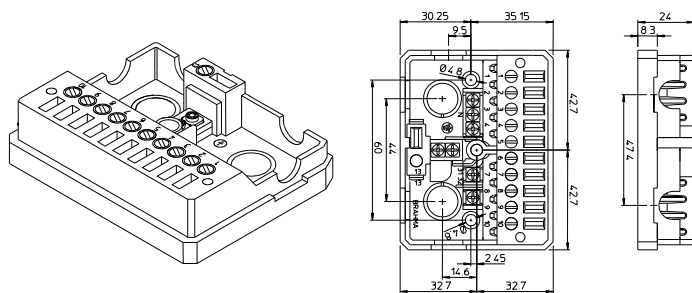
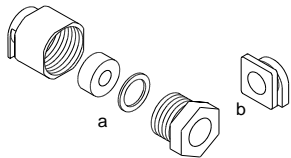

Fig. 2
Fig. 3
Gli accessori come basi di collegamento e passacavi sono forniti a richiesta per il collegamento del dispositivo. Le figure seguenti mostrano la base MOG di collegamento (fig. 2) ed i passacavi (fig. 3) che devono essere montati per il mantenimento del grado di protezione IP40.
Per ordinare gli accessori di figure 2 e 3, fare riferimento ai seguenti codici:
- Base porta collegamenti tipo MOG cod. 18210121 (fig. 2);
- Passacavo codice 18210200 (fig. 3 a);
- Passacavo codice 80536550 (fig. 3 b).
- Per mantenere il grado di protezione IP40 l'apparecchio deve essere inserito sulla base MOG (fig. 2) con i passacavi (fig. 3);